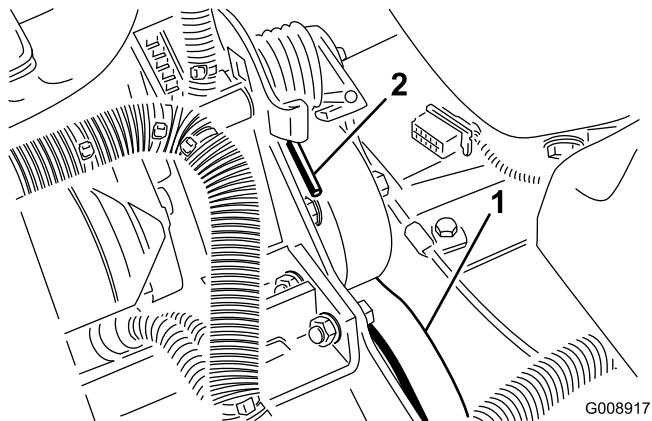

図 54
2. スプリングの端を前側に押し下げてブラケットから外し、スプリングのテンションをなくす (図 54)。